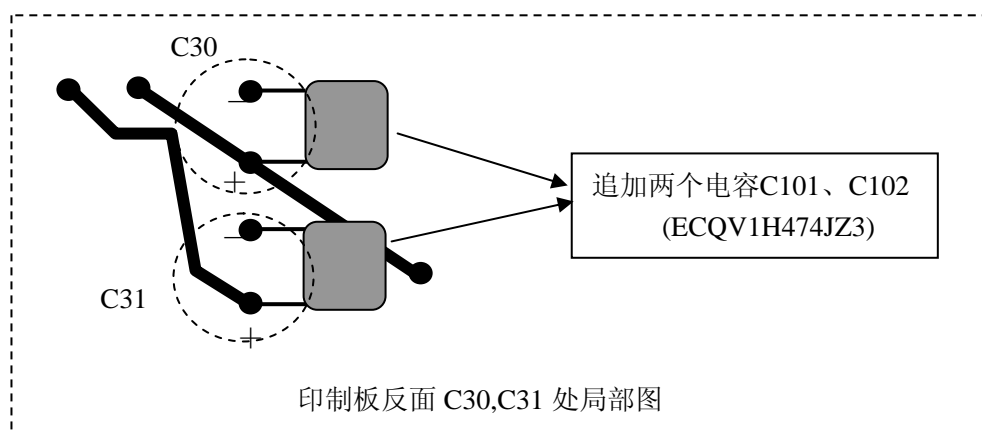

图 5
3. P 板上还增加了两个电容以保护 IC9，安装方法如图 5。